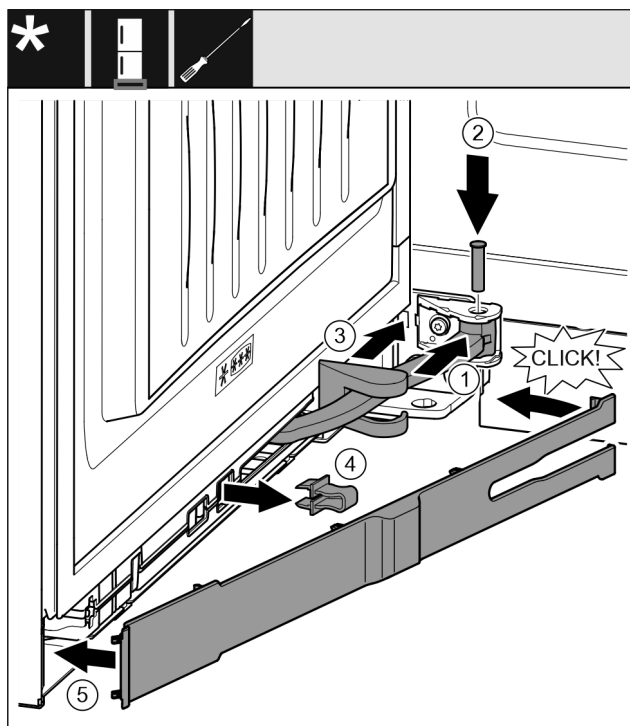

Fig. 49
- ▶ Drej leddet Fig. 49 (1) i ophængningen.
- ▶ Indsæt bolten Fig. 49 (2) i ophængningen og leddet med en skruetrækker. Sørg da for, at låseknasten sidder korrekt i noten.
- ▶ Skub hængselsafdækningen Fig. 49 (3) langs leddet, og monter den over ophængningen.
- ▶ Tag sikringen Fig. 49 (4) af.
- ▶ Påsæt panelet Fig. 49 (5) på grebssiden, og sving det ind.